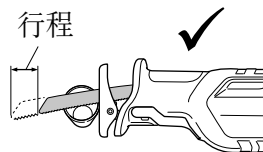
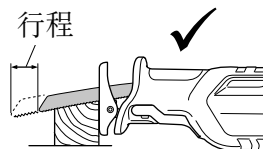

图 13
图 15
- 请选择长度最适当的刀刃。理论上，减去行程量后从刀刃座突出的刀刃长度应大于材料。（参照图 13 和图 15）